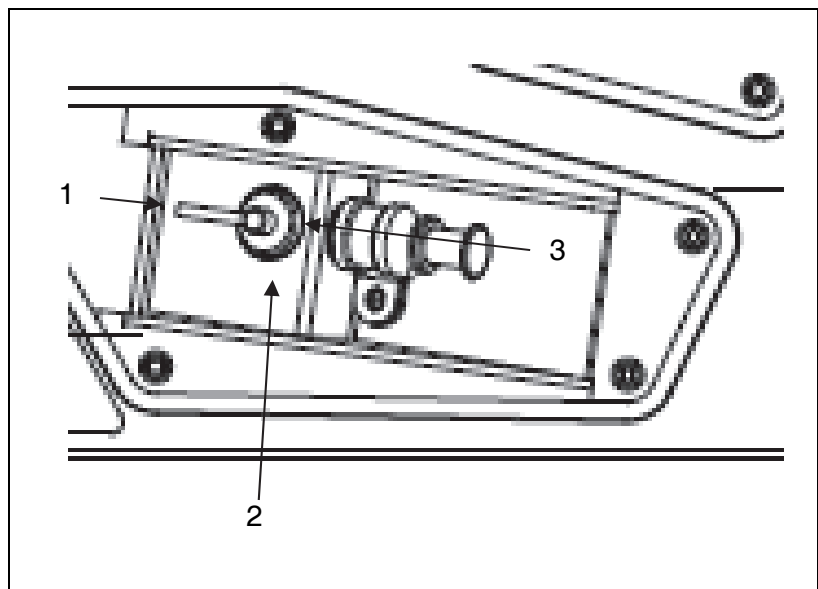

Fig. 512: Llave de combustible de 3 vías
3. Coloque la llave de combustible en el propio depósito (Fig. 512-(2)).
8. Sitúe la llave de combustible en la posición de "Repostaje auxiliar" (Fig. 512-(3)).